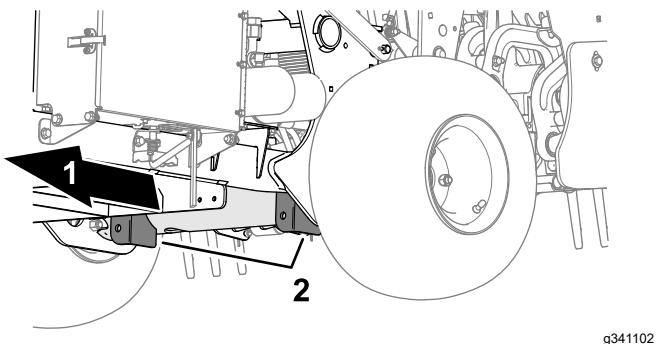

Figura 139
- Coloque el gato firmemente debajo de la placa del bastidor, justo por dentro de la rueda trasera (Figura 139).